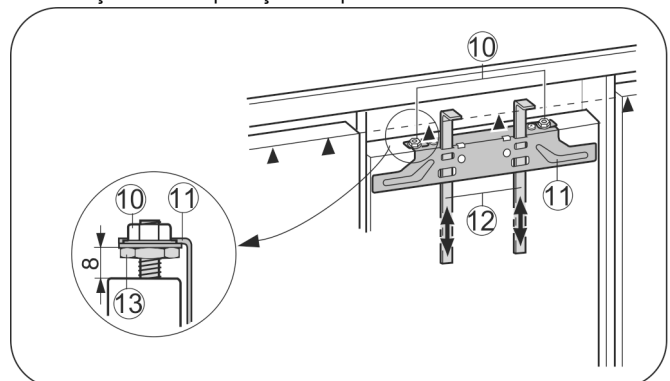

Fig. 25
- ▶ Împingeți în sus elementele auxiliare de montaj Fig. 25 (12) la înălțimea ușii mobilierului. Marginea inferioară de blocare ▲ a elementului auxiliar de montaj = marginea superioară a ușii mobilierului ce trebuie montată.
- ▶ Deșurubați traversa de fixare Fig. 25 (11) prin intermediul contrapiulițelor Fig. 25 (10).